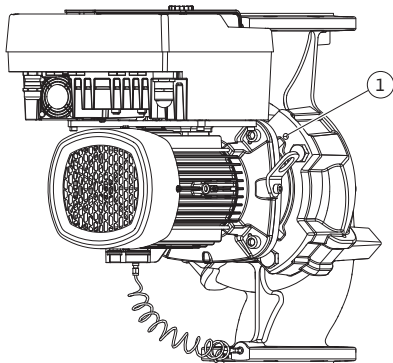

Fig. 10: Siseosakomplekti vajutamine üle keermeavade
- Suruge siseosa komplekt (vt Fig. 4) pumbakorpuselt maha. Olenevalt pumbatüübist (vt Fig. I ... Fig. IV) on olemas kaks erinevat otsakut. Vabastage pumbatüübil (Fig. III ja Fig. IV) poldid (pos 29). Kasutage kahte kõrvalolevat keermeava (Fig. 10, pos 1) ja sobivaid kohapeal olemasolevaid polte (nt M10 x 25 mm). Kasutage pumbatüübil (Fig. I ja Fig. II) kahte keermeava M10 (Fig. 104). Kasutage selleks sobivaid ja kohapeal olemasolevaid polte (nt M10 x 20 mm). Mahasurumiseks saab kasutada ka pilu (Fig. 104, pos 2).